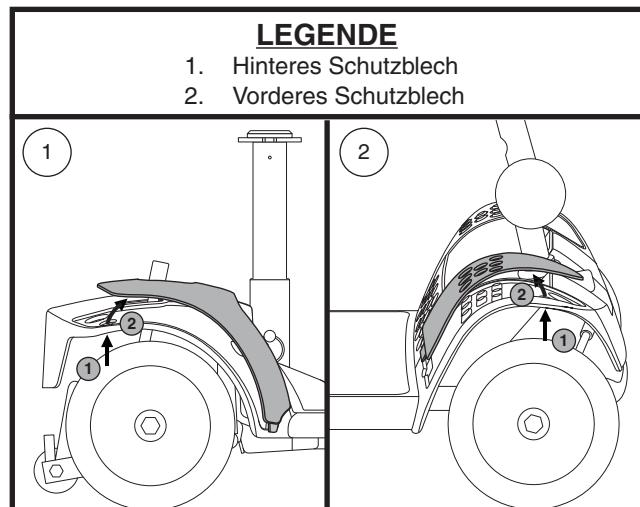

Abb. 15. Schutzblech
2. Drücken Sie durch diese Löcher, um das jeweilige Teil von dem Elektromobil zu lösen. Siehe Abb. 15.
HINWEIS: Überzeugen Sie sich beim Einbau des vorderen Schutzbleches davon, dass die Lasche am unteren Ende der Blende in die entsprechende Öffnung passt, bevor Sie die Blende eindrücken und sichern. Siehe Abb. 15.